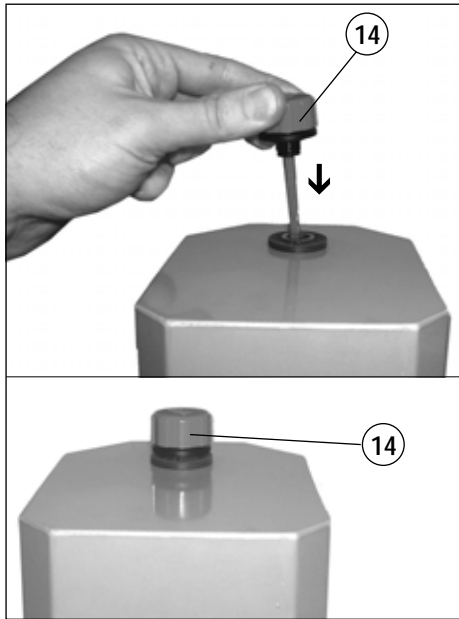

FIG. 4 SETTING
3.1) Préparation (Voir Fig. 4 - 5)
- 3.1.1) S'il est encore monté, remplacer le bouchon (13) utilisé pour le transport par le bouchon de travail (14) (voir Fig. 4).